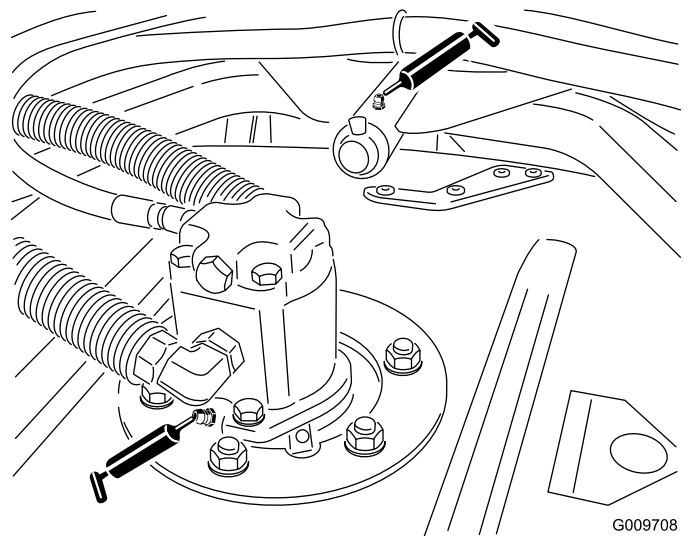

図 47
- 図 47 に示す、スピンドルシャフトのベアリングカッティングユニット 1 台に 2 ヶ所
- 図 47 に示す、刈り込みデッキのキャリアアームのブッシュカッティングユニット 1 台に 1 ヶ所